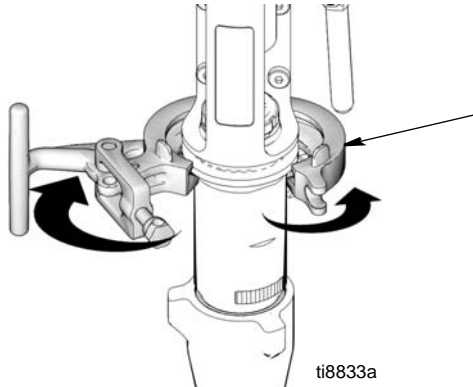

FIG. 18
8. (Abb. 18) Klammer (247) öffnen.